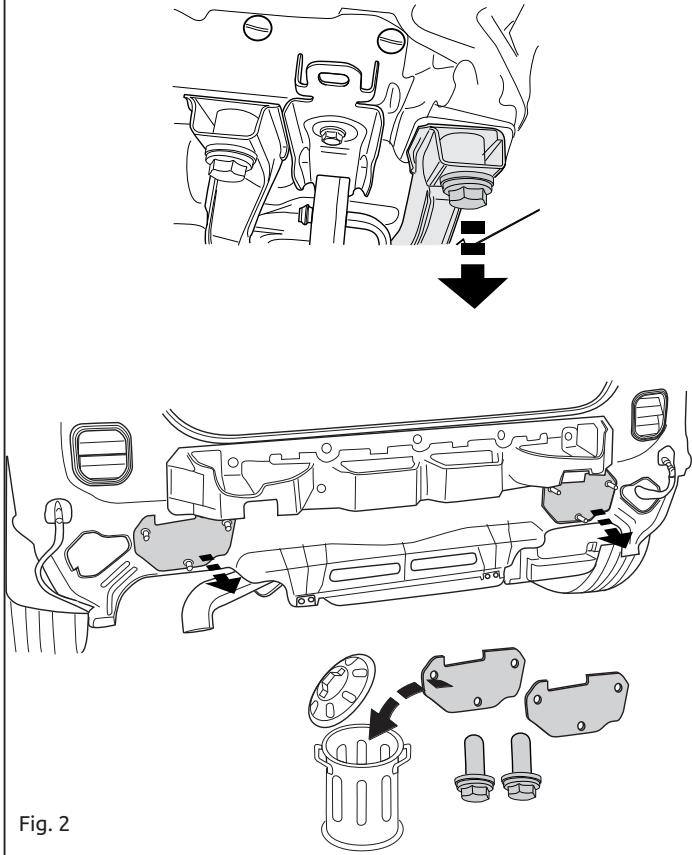

Fig. 2
2. **Внимание, если имеются: AD-Blue:** Снять детали, указанные в рис. 2.